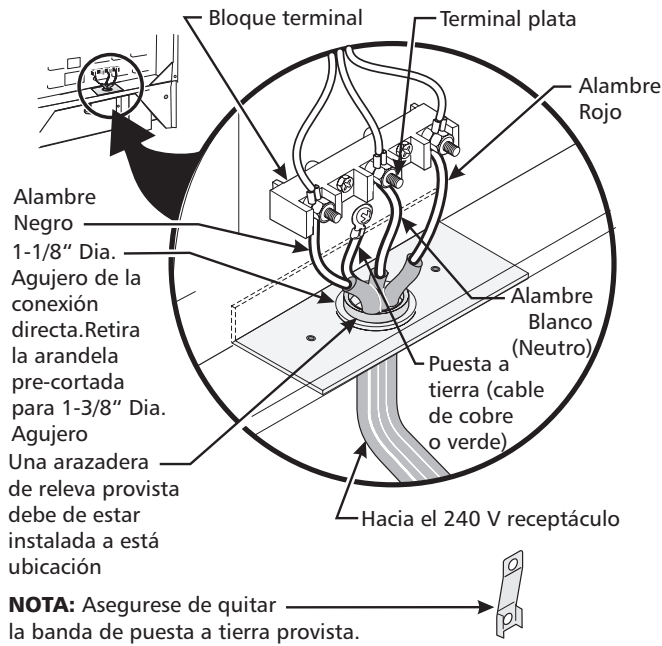

Figura 4
NOTA: La cocina corrediza eléctrica viene de fabrica con un agujero de diámetro 1 1/8" (2.9 cm) como se muestra en la figura 4. Si un agujero mas largo está necesario retire la arandela de la pre-cortada.
3. Utilizar los tuercas suministraron en el paquete de la literatura para conectar el alambre de tierra (verde) del cable de bronce del suministro eléctrico al armazón del electrodoméstico con el tornillo de la base, usando el hoyo del armazón por donde retiró la correa de la base (Figura 4).
Si el aparato está conectado directamente al corta circuito, a la caja de fusibles o a la caja de empalmes, use un cable blindado flexible o no metálico recubierto de cobre (con alambre a tierra). Provee una abrazadera relevo de anclaje homologado UL a cada extremidad del cable. A la extremidad del electrodoméstico, el cable pase a través del agujero de la conexión directa (Figura 4) en el cordón de la placa de montaje. El tamaño de los alambres (**alambre de cobre solamente**) y las conexiones deben estar conforme al régimen del electrodoméstico.